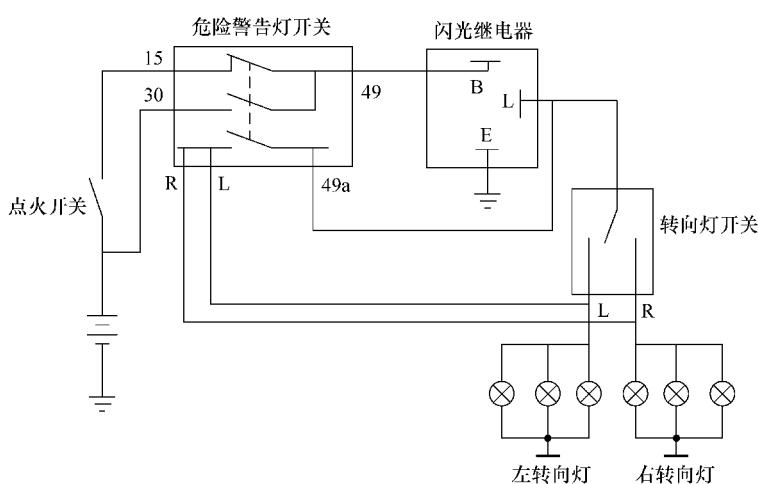

图 10-21 大众车系转向灯、危险警告灯控制电路
(1) 转向信号灯的作用 转向信号灯的作用是在汽车转弯时,发出明暗交替的闪光信号,向前后车辆、行人告知其行驶方向,转向灯的灯光为橙色,灯泡的功率一般不小于20W。
(2) 转向信号灯控制原理 转向信号灯电路主要由转向灯、闪光继电器和转向开关组成, 控制原理如图 10-21 所示。
(1) 危险警告灯的作用 危险警告灯的作用是当汽车发生故障或临时停车时,发出明暗交替的闪光信号,示意车辆、行人避让。
(2) 危险警告灯控制原理 危险警告灯控制原理如图 10-21 所示。